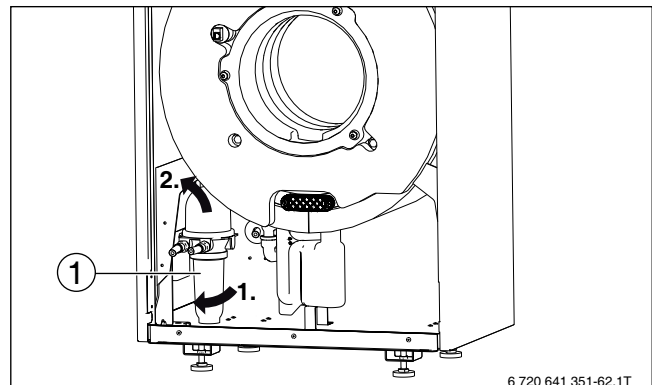

Bild 96 Ölfilter demontieren
- ▶ Ölfilter (→ Bild 96, [1]) leicht nach vorne drehen.